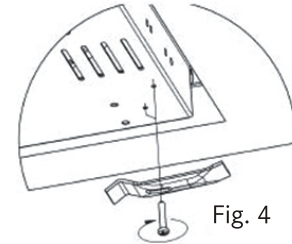

Fig. 4
- 2- Apertar os suportes de fixação (fornecidos) parafusando com delicadeza (fig. 4);